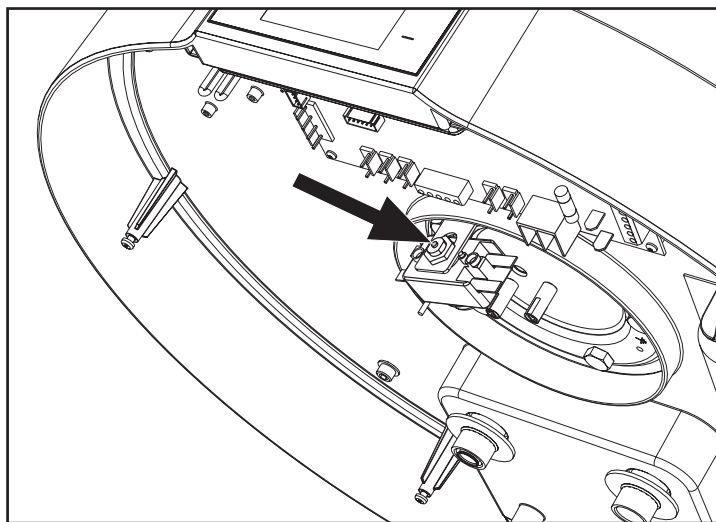

fig. 41 - Rearme del termostato de seguridad
- Rearmar manualmente el termostato de seguridad (fig. 41). En caso de disparo, el perno central del termostato sobresale unos 2 mm.